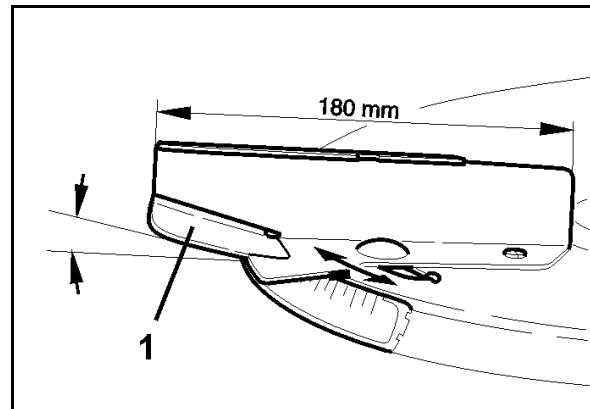

图 58
短撒播叶片配备有无需工具即可折起的摆翼（图 58/1），借助摆翼可对最高 1 米的作物高度进行后期追肥，而且无需其他配件。
3. 将撒肥叶片的摆翼（图 58/1）调至正常施肥或后期追肥所需的位置。